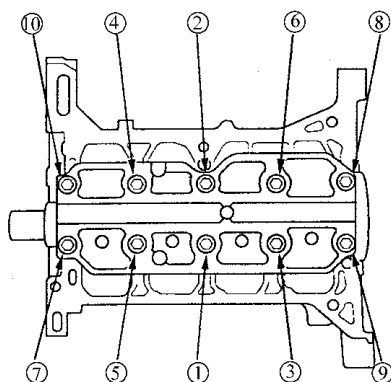

图 2-54 轴承螺栓拧紧顺序
- 18) 将轴承盖螺栓按图 2-54 所示的顺序锁紧至 $25\text{N}\cdot\text{m}$ 。